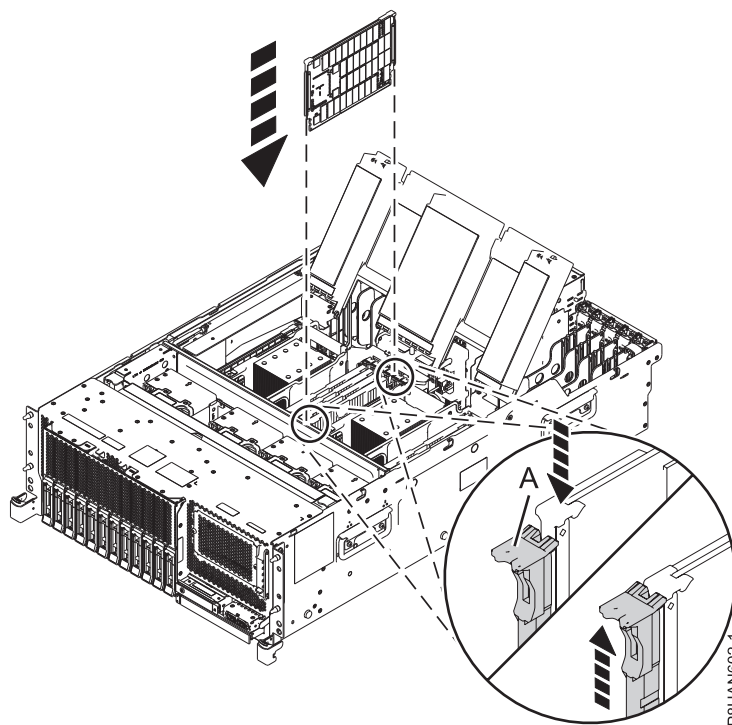

Figura 8. Instal·lació o substitució d'un mòdul de memòria al sistema 8247-42L, 8286-41A o 8286-42A
5. Pressioneu el mòdul de memòria amb fermesa a la ranura fins que la pestanya de bloqueig (A) quedi fixada al seu lloc. Consulteu Figura 8 a la pàgina 14.